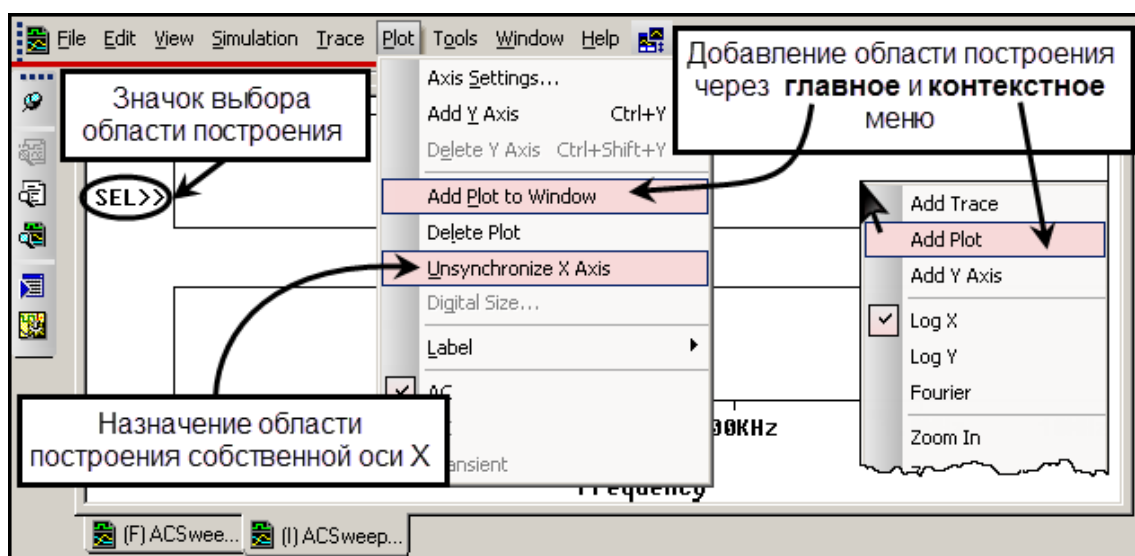

Рис. 27. Добавление области построения.
25. Добавить в текущем окне еще несколько (по числу выходов) областей построения. Команда **Plot>Add Plot To Window** или соответствующий пункт контекстного меню вызываемого щелчком правой кнопки мыши по области построения (рис. 27).
26. Назначить каждой области построения собственную ось X. Выбрать любую область построения, щелкнув в пространство области, затем выполнить команду **Plot>Un synchronize X Axis** (рис. 27).
Чтобы убедиться в выборе нужной области построения, обратите на значок выбора – **SEL>>** (рис. 27).